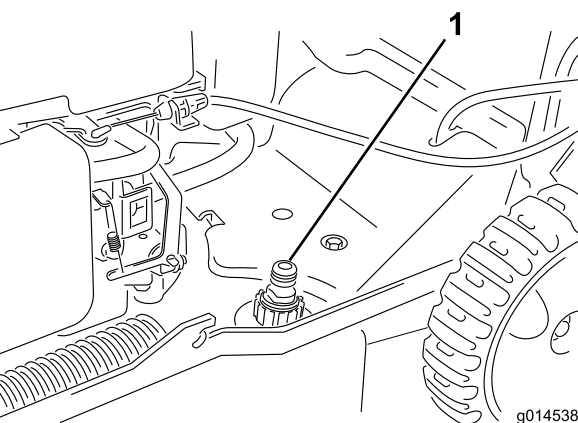

Figura 27
3. Conecte una manguera de jardín que esté conectada a un grifo al orificio de lavado (Figura 27).